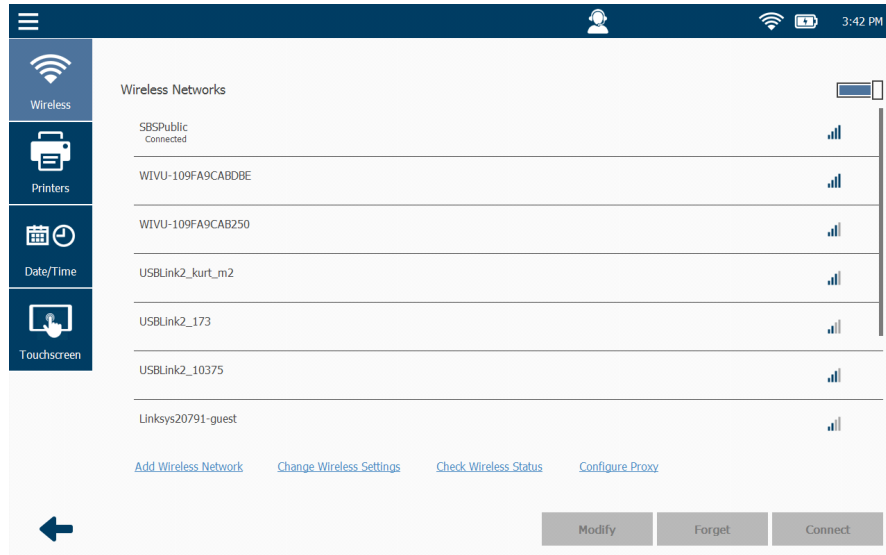

Figura 6.12 Menú de Configuración
- 1 Seleccione **Printers** en el Menú de Configuración (Figura 6.12).